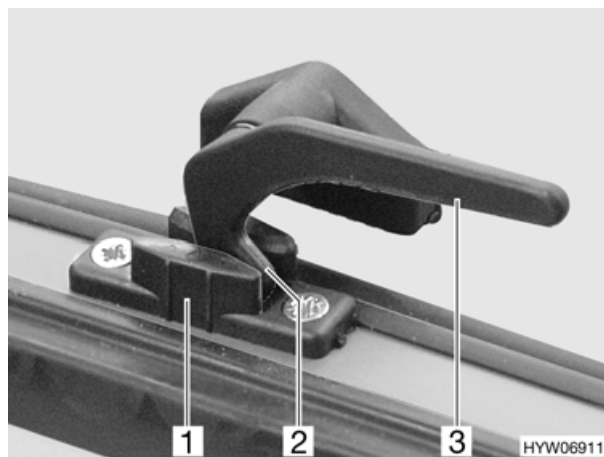

Fig. 21 Finestra apribile in posizione di "aerazione continua"
- aerazione continua (Fig. 21)
- Aprire la maniglia (Fig. 21,3) della finestra apribile.
- Ruotare nuovamente la maniglia. Riportare contemporaneamente il nasello di chiusura (Fig. 21,2) nella rientranza della chiusura della finestra (Fig. 21,1).